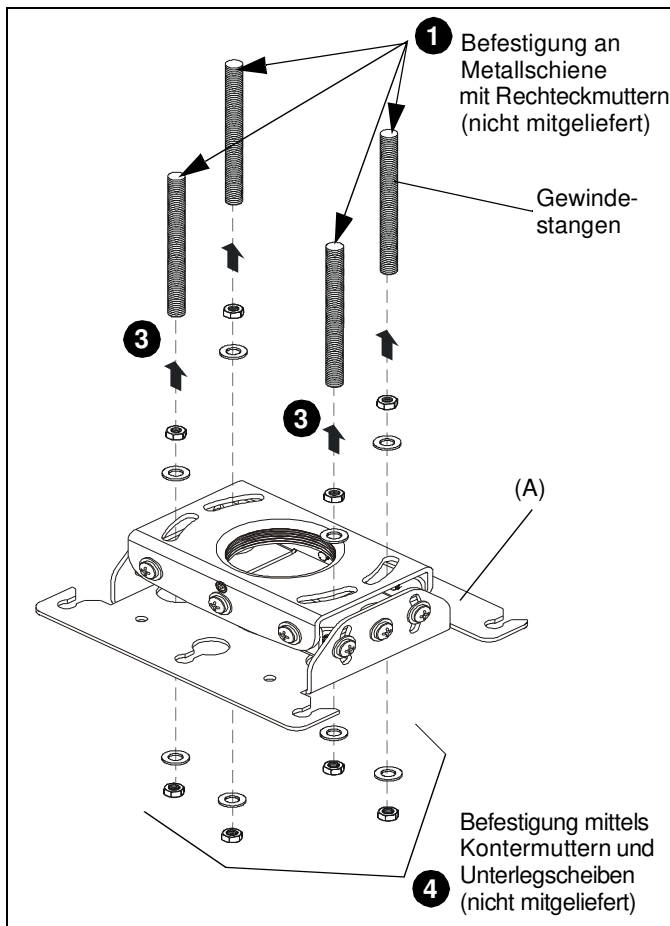

Abb. 6
1. Befestigen Sie jeweils ein Ende der vier (nicht mitgelieferten) Gewindestangen am Bauteil. (Siehe Abb. 6)
2. Montieren Sie jeweils eine (nicht mitgelieferte) 1/4-20-Kontermutter und eine (nicht mitgelieferte) 1/4"-Unterlegscheibe an jede Gewindestange. (Siehe Abb. 6)
3. Befestigen Sie die RPE an den Gewindestangen, indem Sie die Stangen in die vier Schlitzlöcher oben auf der RPE schieben. (Siehe Abb. 6)
4. Befestigen Sie die Gewindestangen mit jeweils einer (nicht mitgelieferten) 1/4-20-Kontermutter und einer (nicht mitgelieferten) 1/4"-Unterlegscheibe an die RPE. (Siehe Abb. 6)